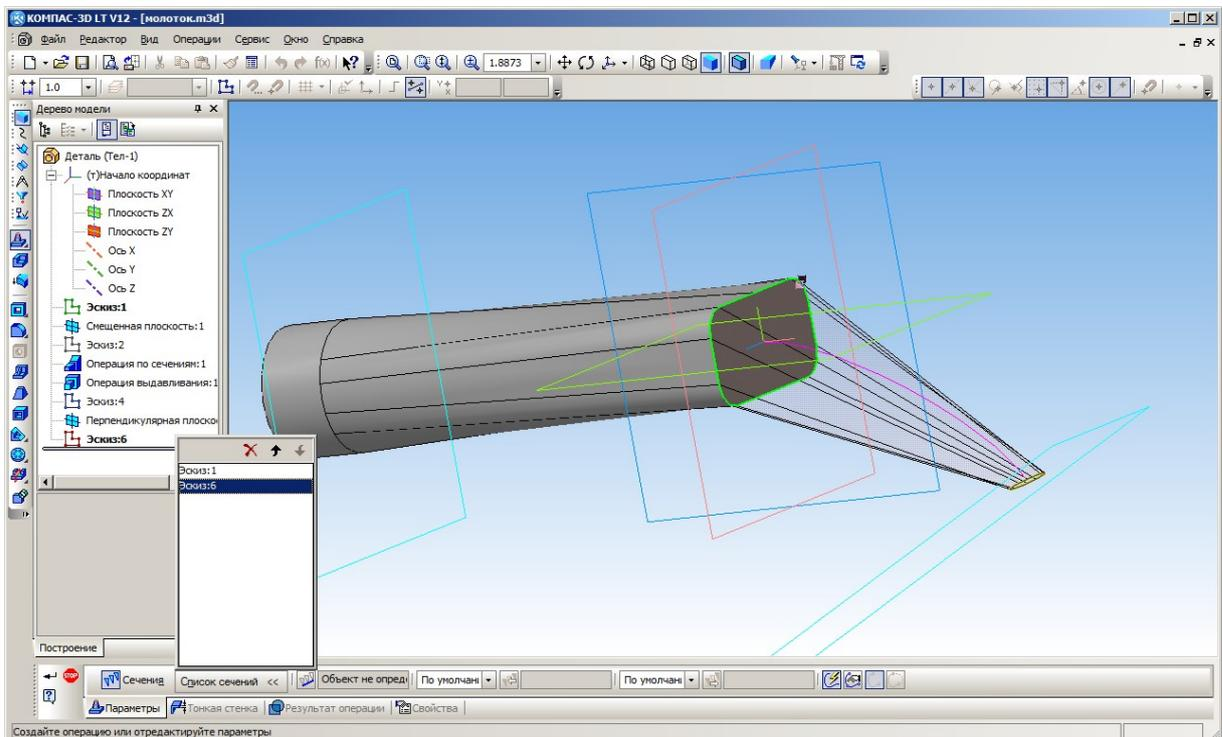

Рис. 84. Построение по сечениям по прямой линии
8. Выбираем в дереве модели ранее (в самом начале) созданный эскиз правого торца тулова молотка и только что созданный эскиз конца хвостовика. В комплексной панели выбираем (нажимаем) уже знакомую нам кнопку операции по сечениям – . Как видим, пока построение тела выполнено без учета заданной кривой (рис. 84).